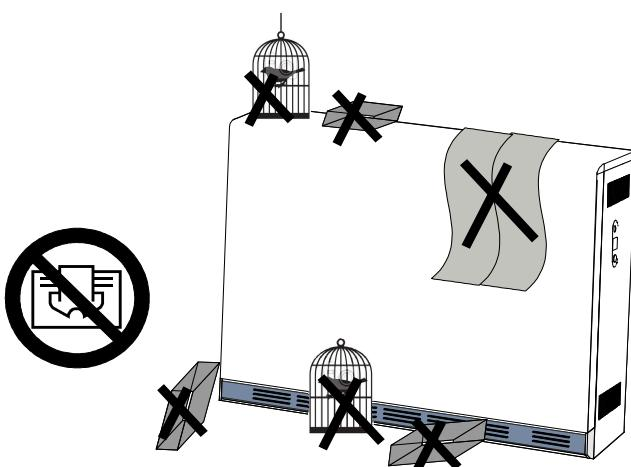

Fig. 1 : Étiquette d'avertissement sur l'appareil
- Ne recouvrez pas l'appareil ! (Fig. 1)